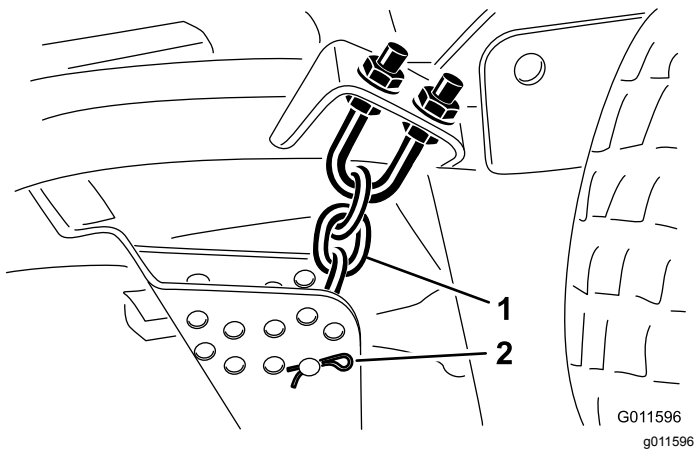

Bild 21
- Entfernen Sie den Splint und den Lastösenbolzen, mit denen die Schnitthöhenkette an der Rückseite des Mähwerks befestigt ist (Bild 21).